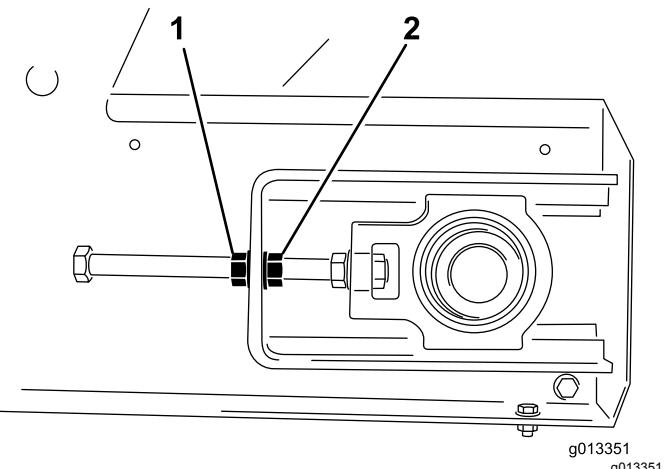

Figura 55
la tuerca más próxima al extremo de la varilla (Figura 55).
3. En el lado hacia el cual se desvía la cinta, sujeté el extremo de la varilla tensora, luego afloje la contratuerca y apriete la tuerca de ajuste 2 caras de la tuerca (Figura 55).